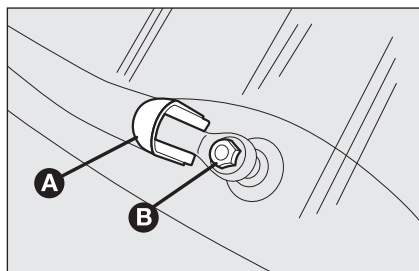

fig. 17
- ☐ sollevare la copertura **A**-fig. 17 e smontare il braccio dalla vettura, svitando il dado **B** che lo fissa al perno di rotazione;